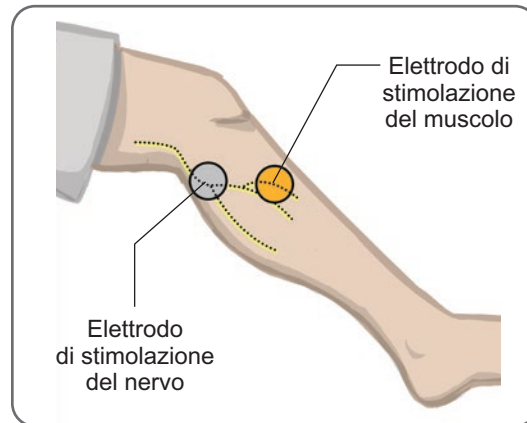

Figura 8-3: Posizionamento degli elettrodi sull'arto
8. Collocare un elettrodo (l'elettrodo di stimolazione del nervo) sul nervo peroneo comune, in posizione distale e leggermente posteriore rispetto alla testa del perone (Figura 8-3).